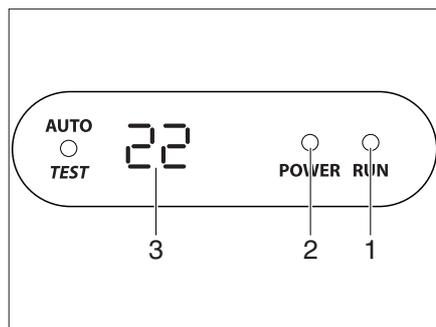

Fig. 320 Pantalla en el difusor
La instalación de aire acondicionado está lista para el funcionamiento. El LED (Fig. 320,2) en la pantalla del difusor se ilumina de color rojo.
- Para la conexión, pulsar el interruptor ON/OFF (Fig. 319,2) en el mando a distancia. El LED (Fig. 320,1) se enciende en color verde cuando la instalación de aire acondicionado está funcionando en el modo de refrigeración. El LED (Fig. 320,1) se enciende en color rojo cuando la instalación de aire acondicionado está funcionando en el modo de calefacción.